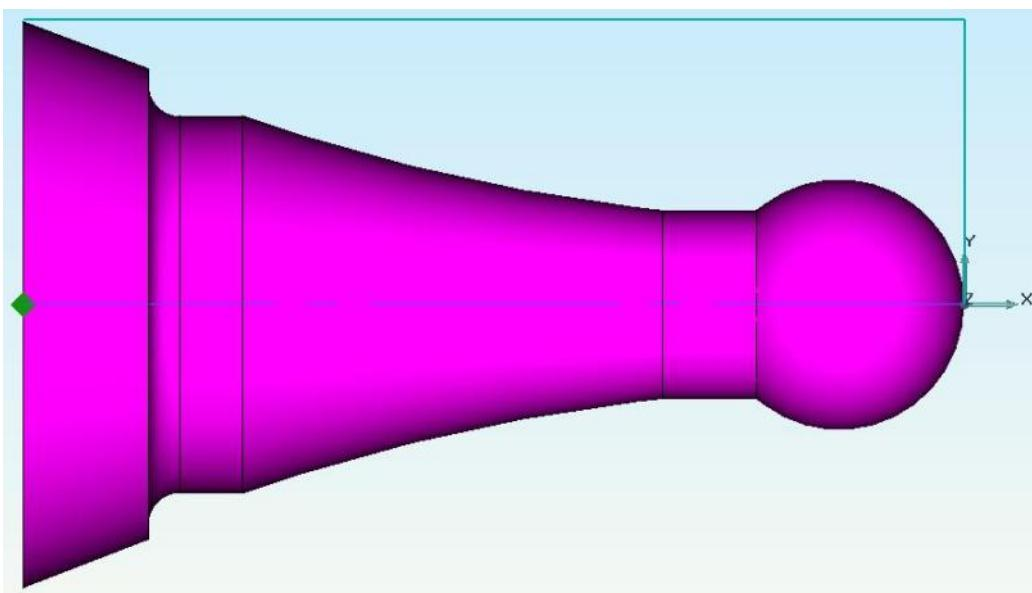

Рисунок 13. Выбор места обработки
11. Выберите обрабатываемые грани детали (см. рис.13). Нажмите кнопку **Esc** или среднюю кнопку мыши.
13. Выберите верхнюю линию контура заготовки (см. рис.13). Нажмите кнопку **Esc** или среднюю кнопку мыши.